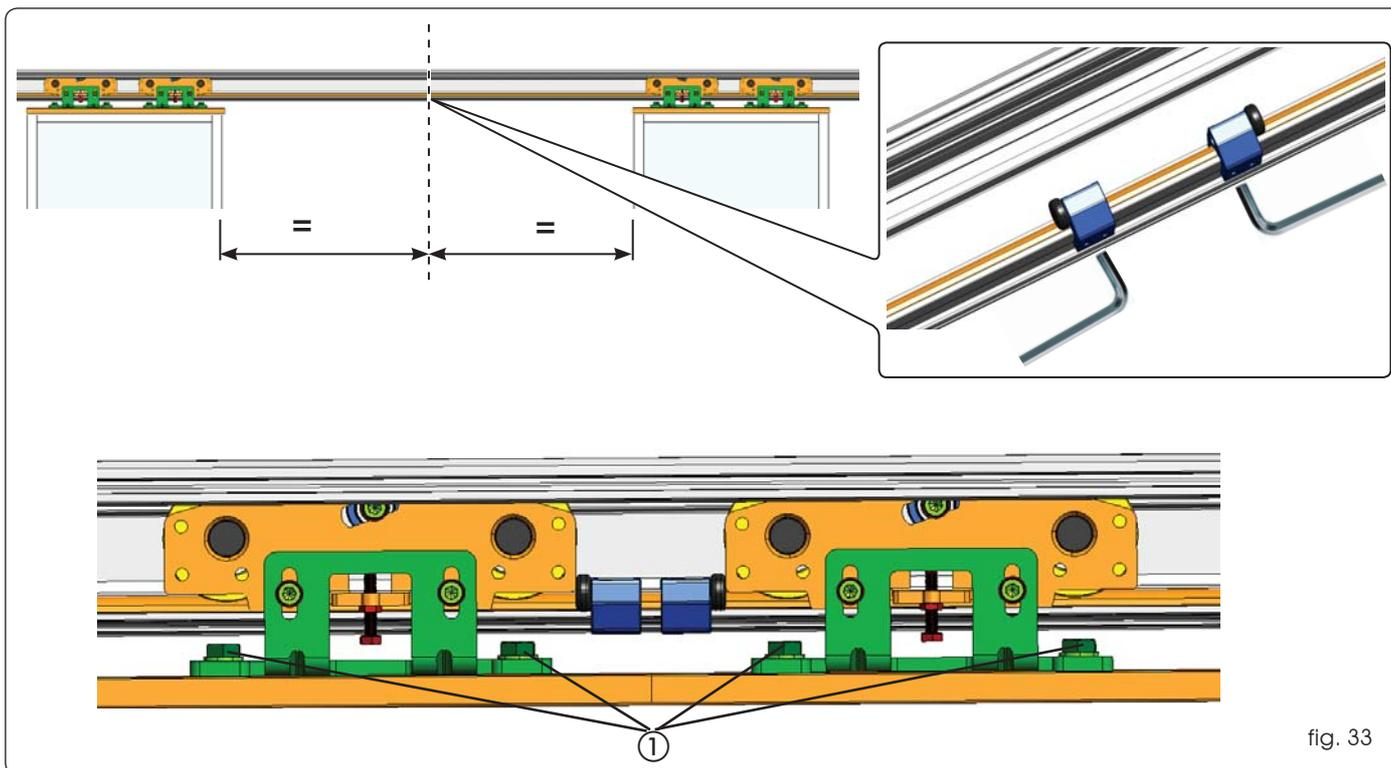

fig. 33
- Desserrer les 2 boulons de fixation des chariots (fig. 33 réf. ①).